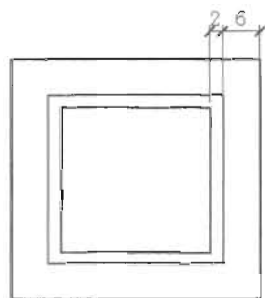

图 10-171
(2) 单击“修改”工具栏中的“偏移”按钮 ，将这个矩形向内偏移 6mm 和 8mm，如图 10-171 所示。